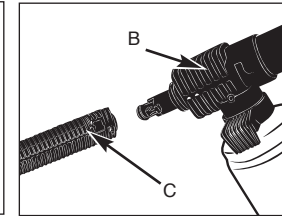

Fig. 4-1B
2. Connect the detergent sprayer (B) to trigger gun (C) by pushing in and turning clockwise to lock. (Fig. 4-1B)
2. Connectez l'embout à détergent (B) au pistolet (C) en l'insérant et en le vissant en le faisant tourner dans le sens des aiguilles d'une montre. (Fig. 4-1B)